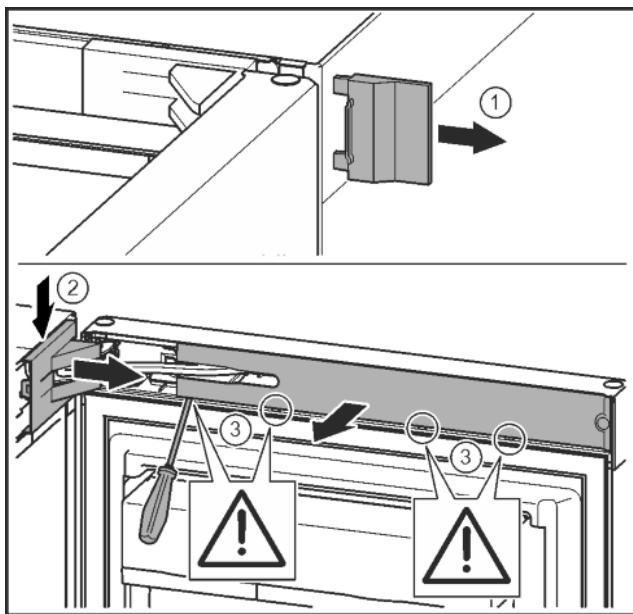

Fig. 8
- Снять внешнюю крышку. Fig. 8 (1)
- При помощи отвертки освободить крышку опорного кронштейна и отсоединить. Снять крышку опорного кронштейна. Fig. 8 (2)
- Шлицевой отверткой вывести накладку из зацепления и отвести в сторону. Fig. 8 (3)